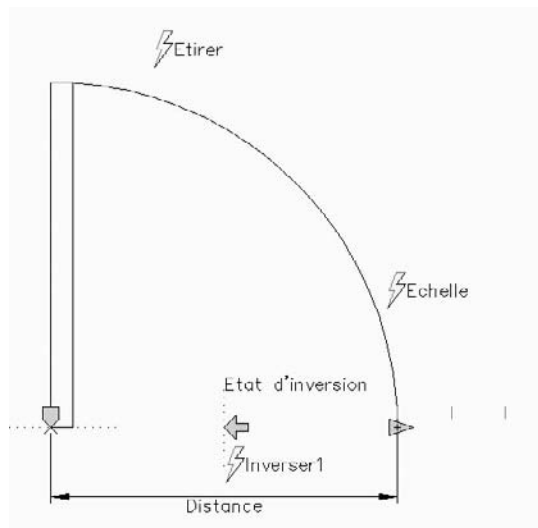

Fig.7.32
- 27 Placer l'icône **Inverser** (Flip) prêt du centre de la porte (fig.7.32).